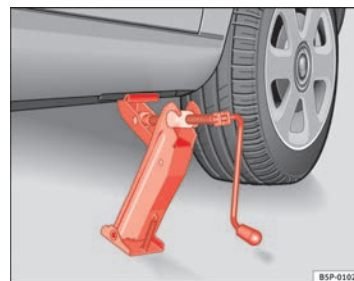

Abb. 179 Wagenheber
- Richten Sie den Wagenheber so aus, dass seine Klaue den Steg des Unterholms umfasst und die bewegliche Grundplatte plan auf dem Boden aufliegt ⇒ Seite 266, Abb. 179.